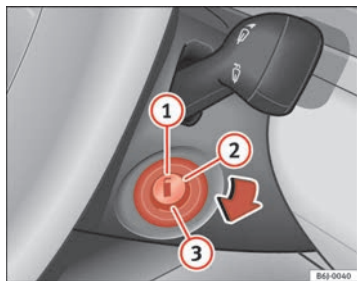

Abb. 101 Stellungen des Zündschlüssels
In dieser Stellung ⇒ Abb. 101 sind die Zündung und der Motor ausgeschaltet und die Lenkung kann gesperrt werden.
- Drehen Sie den Zündschlüssel in Stellung ⇒ Seite 141, Abb. 101 ②. Beim Vorglühen des Motors leuchtet die Kontrollleuchte auf.
- Wenn die Kontrollleuchte ausgeht, drehen Sie den Zündschlüssel in Stellung ③ zum Anlassen des Motors - geben Sie kein Gas.
- Drehen Sie den Zündschlüssel in Stellung ⇒ Seite 141, Abb. 101 ①.